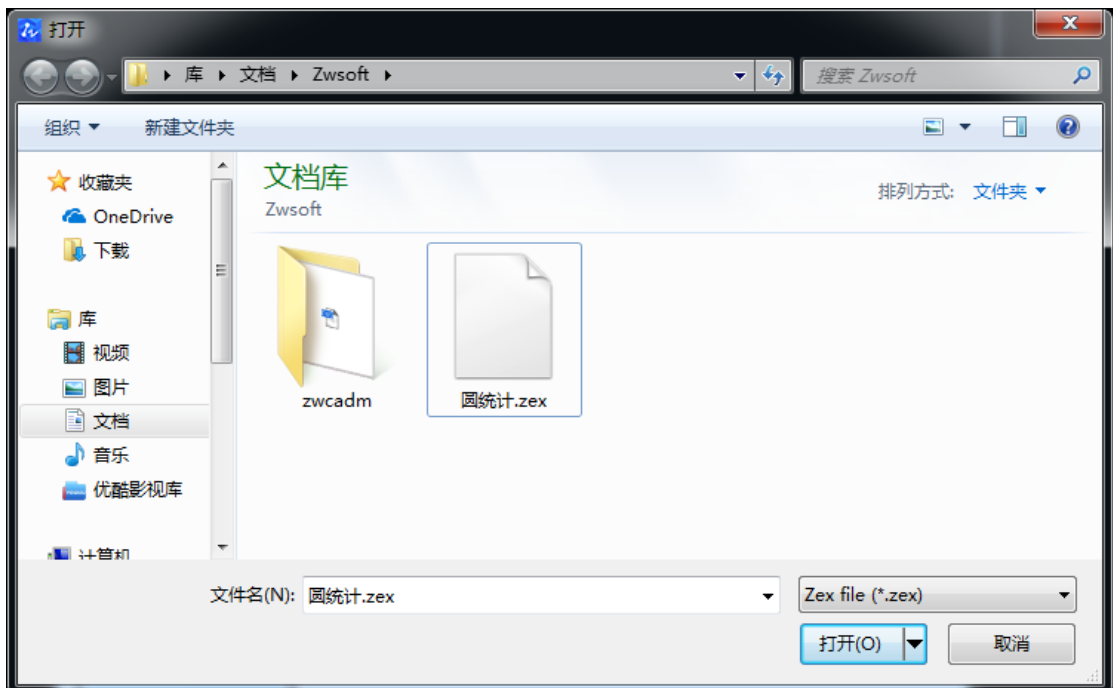

图 9-47 打开 .zex 文件对话框
e) 弹出“打开”对话框如图 9-47 所示，选择一个 .zex 文件，点【打开】按钮，回到“数据提取-选择输出”对话框，再点【下一步】按钮。